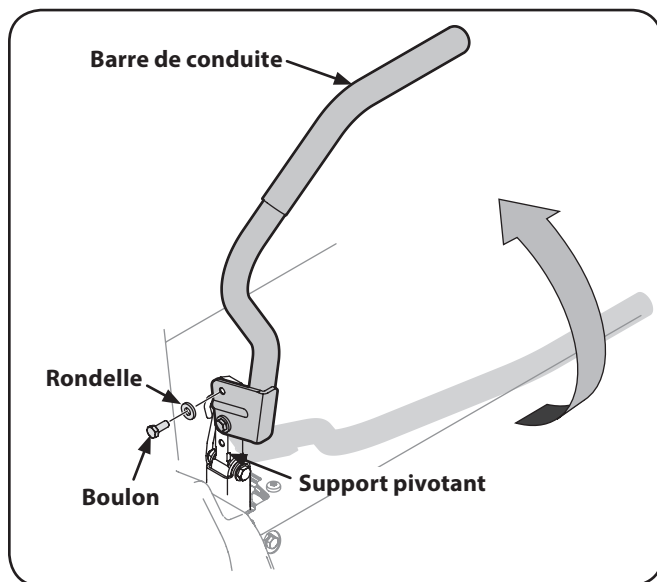

Figure 3-4
2. Soulevez et faites pivoter chaque barre de conduite vers le haut jusqu'à ce que le trou sur le support de la barre de conduite s'aligne sur un des trous du support pivotant. Voir Figure 3-4.
3. Placez la rondelle plate sur le boulon. À partir de l'extérieur, insérez le boulon avec la rondelle dans le trou du support de la barre de conduite, puis dans le trou du support pivotant. Voir Figure 3-4. Utilisez une clé de 12 mm (1/2") pour serrer le boulon. Ne serrez pas le boulon au maximum.